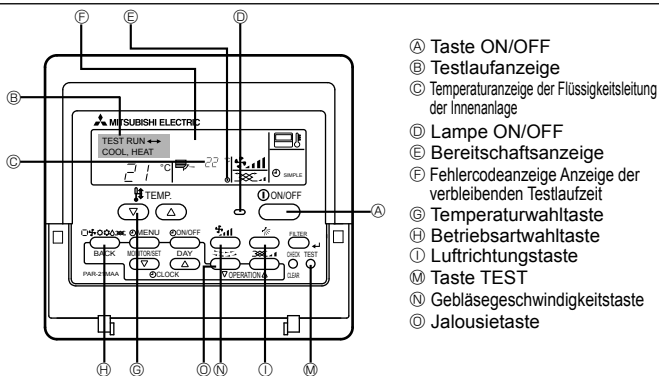

Fig. 6-1
6. Testlauf (Fig. 6-1)
Verwendung der verdrahteten Fernbedienung (Fig. 6-1)